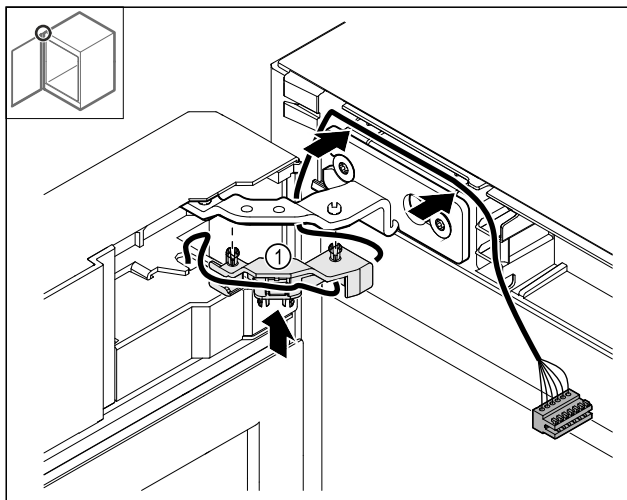

Fig. 49
- Įspauskite kabelio laikiklį Fig. 49 (1) į lankstą.